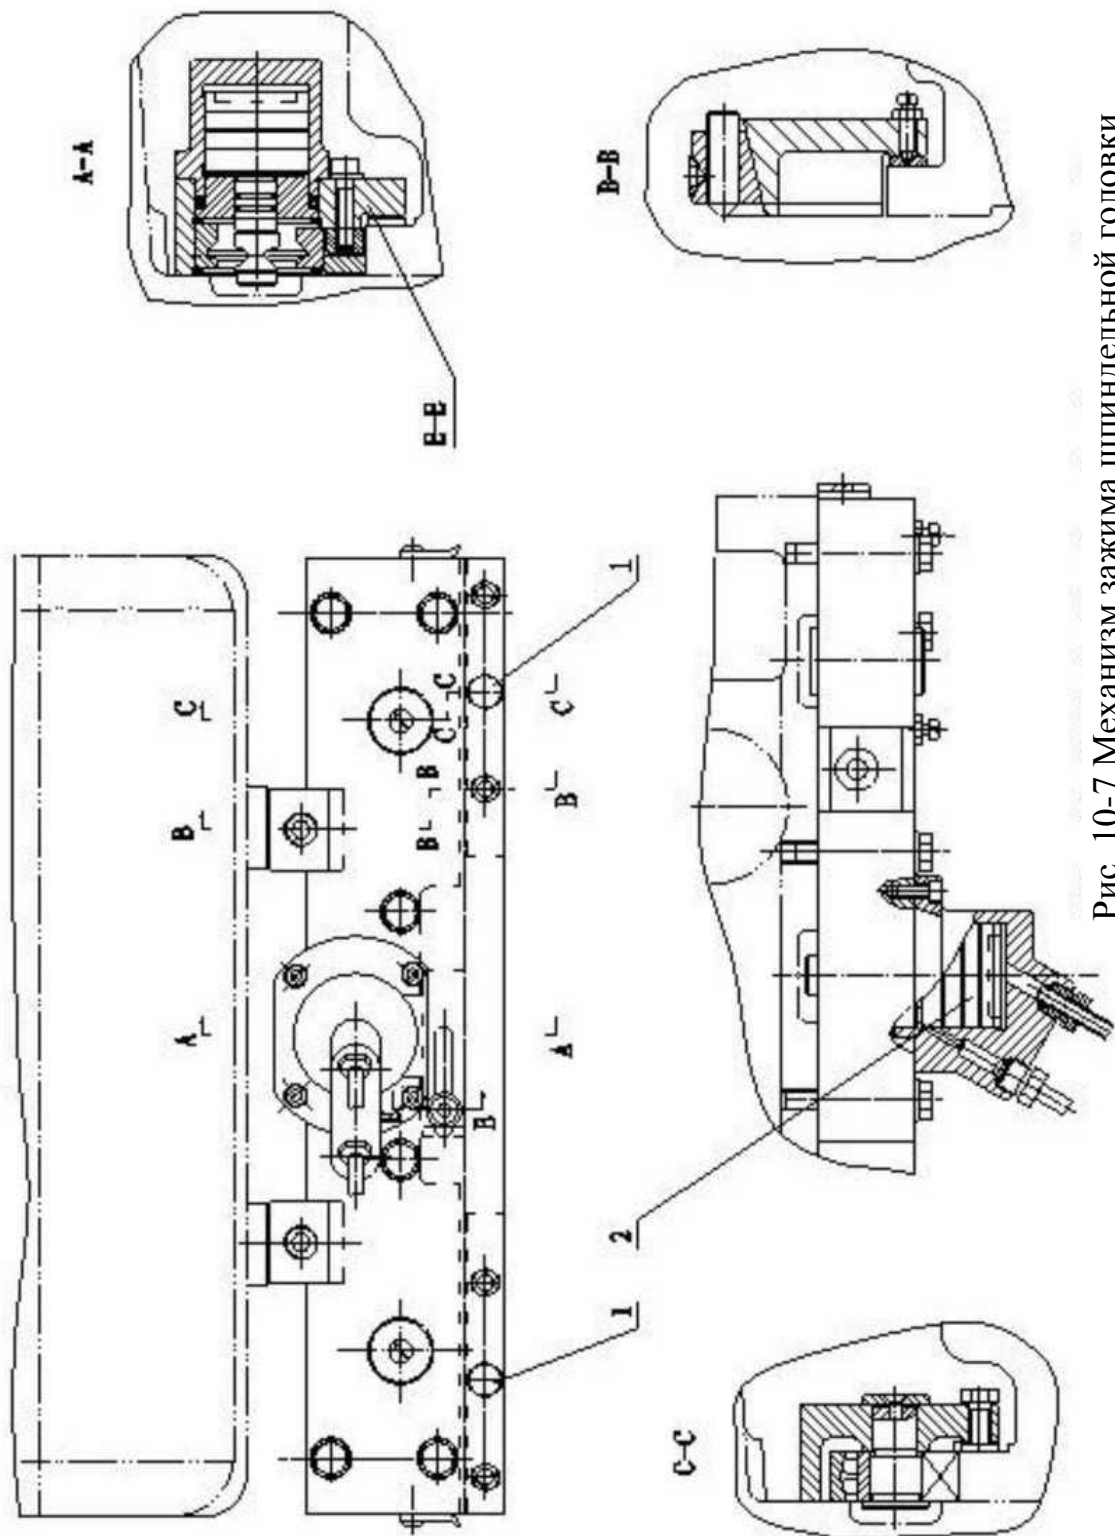

Рис. 10-7 Механизм зажима шпиндельной головки
#### **(1) Регулировка зажима на шпиндельной головке (Рис. 10-7)**